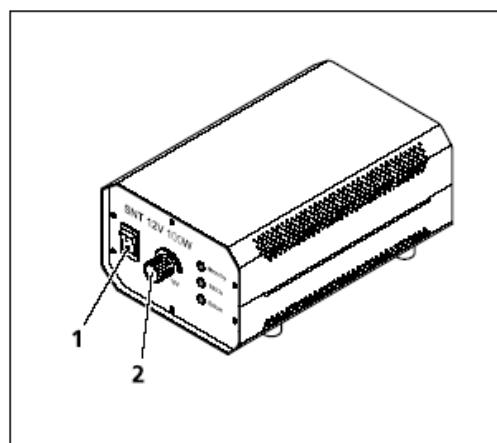

图4-10 用于 HAL 100 的外部辅助电源
- 打开独立辅助电源（图4-10/1），启动卤素灯 HAL 100。
- 使用辅助电源上的控制旋钮调节光强度（图4-10/2）。